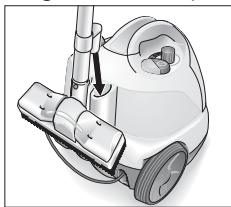

Fig. 8: Parkeringsposition
- Ved en kort afbrydelse i arbejdet kan længerrøret stilles i parkeringsposition (se fig. 8).